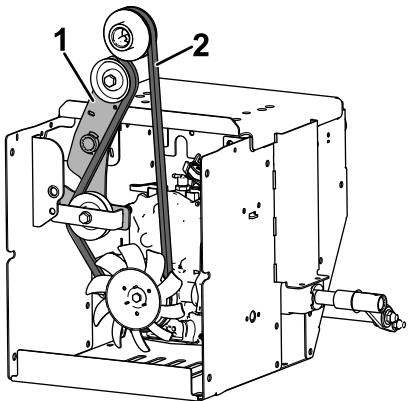

Figura 20
7. **Se reutilizar a correia de tração**, encaminhe a correia de tração como se mostra abaixo (Figura 20).
- A. Encaminhe a correia de tração em redor do conjunto da transmissão hidrostática (Figura 20).
- B. Instale as duas polias de tração na cambota e encaminhe a correia de tração entre as polias (Figura 20).